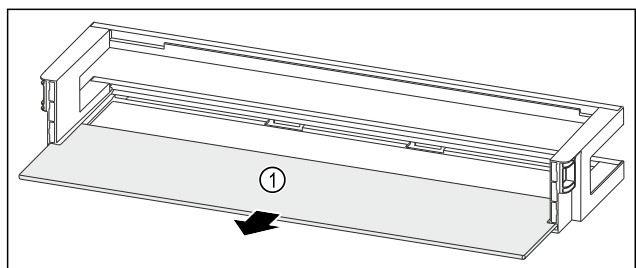

Fig. 238 Dveřní přihrádka s odkládací plochou
- ▶ Odkládací plochu Fig. 238 (1) odeberte.